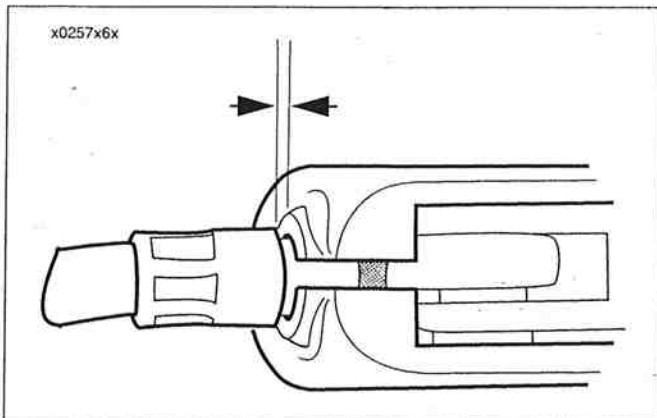

Figura 1-36. Juego libre del embrague: Ajuste para obtener un espacio libre de 1,6-3,2 mm (1/16-1/8 pulg.) entre el casquillo y la pieza de soporte
9. Vea la Figura 1-36. Tire del casquillo del cable del embrague para separarlo de la pieza de soporte de la palanca del embrague para comprobar el juego libre. Gire el ajustador del cable lo necesario para obtener un juego libre de 1,6-3,2 mm (1/16-1/8 pulg.) entre el extremo del casquillo del cable y la pieza de soporte de la palanca del embrague.